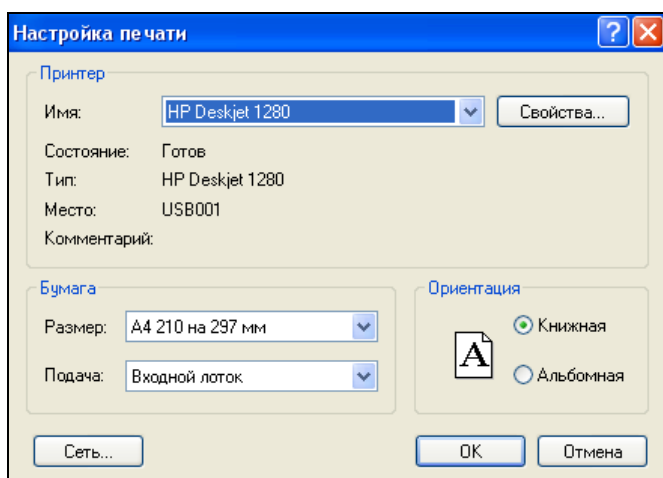

Рис. 3.8. Диалоговое окно **Настройка печати**
- ◆ в появившемся диалоговом окне **Настройка печати** (рис. 3.8):
- ◆ с помощью кнопки **Настройка** вывести на экран диалог **Настройка печати** (см. рис. 3.8), где можно выбрать нужное устройство печати и задать его параметры;